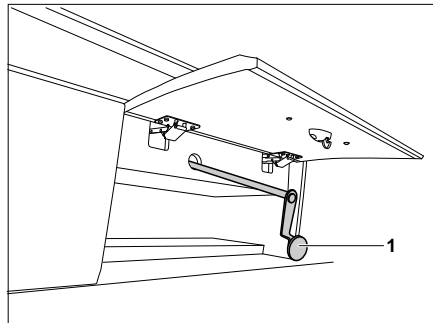

Bild 159 Notbedienung für elektrisches Hubbett
- ▷ Bei Stromausfall kann das elektrische Hubbett auch mit einer Notkurbel (Bild 159) bedient werden. Diese befindet sich hinter einer Staufach-Klappe.